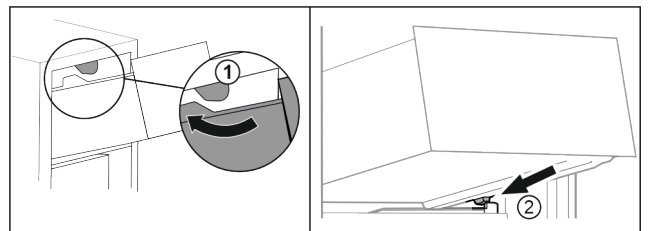

Fig. 68
- ▶ Introduzca el cajón rodeando los topes superiores. Fig. 68 (1)
- ▶ Coloque el cajón inclinado detrás de los topes inferiores sobre la nervadura para recipientes. Fig. 68 (2)